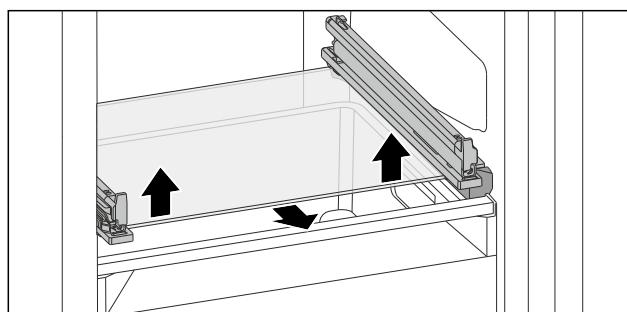

Fig. 202 Glasplatte des abklappbaren Schubfachs
- Glasplatte von unten beidseitig nach oben drücken. (siehe Fig. 202)